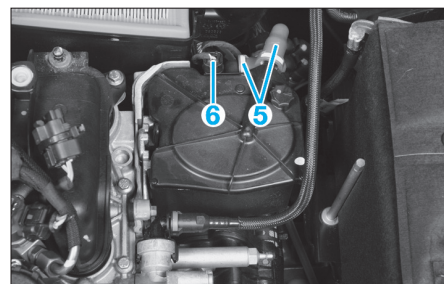

Fig. 57
- les tuyaux de carburant (5) (Fig.57),
- le connecteur (6).